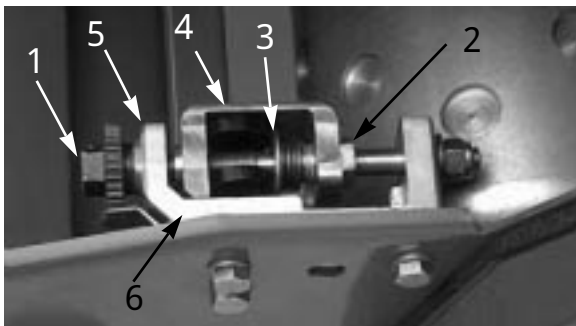

図 46
1. ベッドバー調整ネジを左に回してアジャスタ・フレームからチャンネルを外す（図46）。
2. 7/8 レンチでテンション・ネジをゆるめ、スラスト・ワッシャに掛かる力を完全に解除する（図46）。
3. ベッドバー・ボルトを固定しているジャムナット（機体両側）をゆるめる（図46）。
4. 各ベッドバー・ボルトを抜いてベッドバーを下に引き抜いて外す。ベッドバーの両端にナイロン・ワッシャとスチール・ワッシャ2枚ずつあるので回収保管する（図46）。